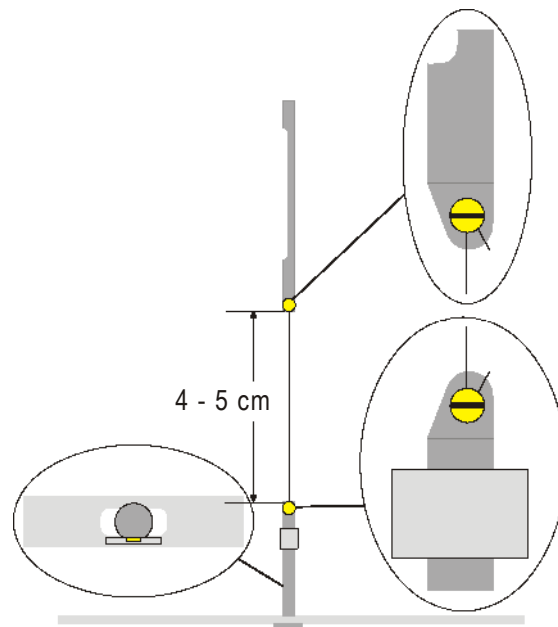

Fig. 3 Representação esquemática do pêndulo de torção (corte à esquerda: travessão de suporte com suspensão inferior, visto desde em cima)
- Aparafusar a suspensão inferior centralmente sobre o travessão de suporte interior. Nisto ter cuidado, que a superfície do espelho esteja paralela para o travessão de suporte (ver Fig. 3).
suspensões (ver Fig. 3).